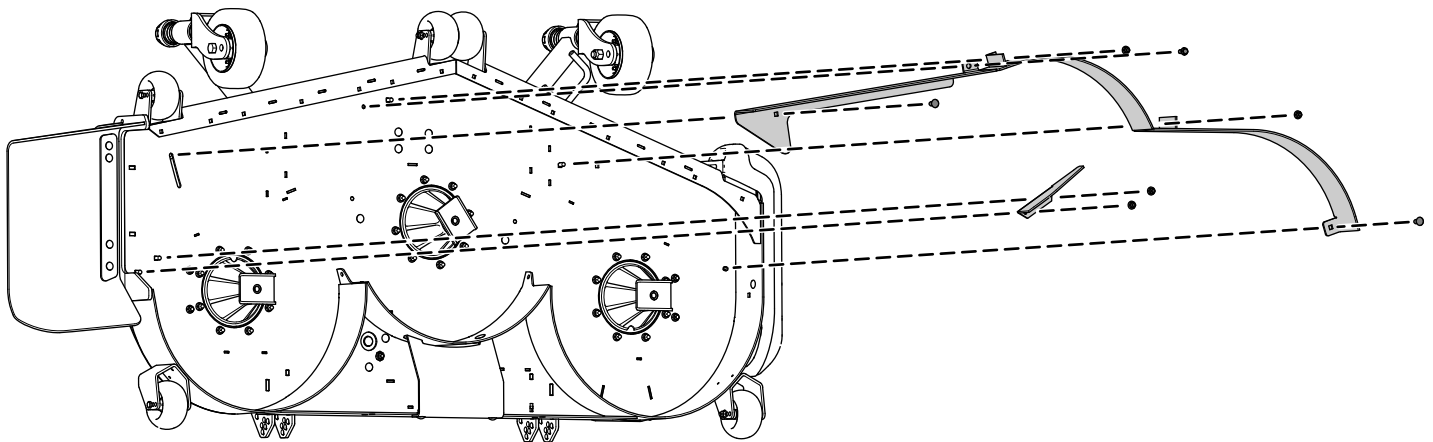

Рисунок 2
1. Отверните 2 фланцевые гайки, удерживающие дефлекторы на штатных местах (Рисунок 2).
2. Отверните 2 болта с 2 гайками с регулируемого дефлектора потока (Рисунок 2).
3. Отверните 3 болта и 3 гайки, удерживающие дефлекторы на штатных местах (Рисунок 2).